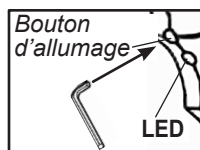

Figure 7: Bouton d'allumage et LED sur le grip avant
- Vérifiez que vous appuyez bien sur le bouton d'allumage et non sur le LED (voir Figure 7 à la page 8).